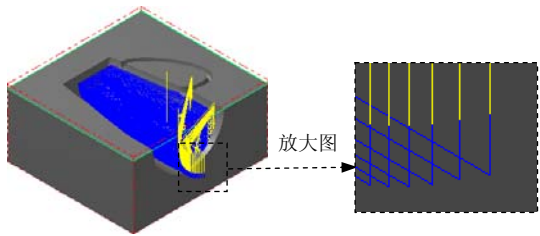

图 21.13 刀具路径
(1) 在“曲面粗加工挖槽”对话框中单击 **粗加工参数** 选项卡，在 **Z 轴最大进给量** 文本框中输入 1，然后在 **进刀选项** 区域选中 ☒ **由切削范围外下刀** 复选框和 ☒ **螺旋式下刀** 复选框。
(2) 单击 **螺旋式下刀** 按钮，系统弹出“螺旋/斜插进式下刀参数”对话框，单击“螺旋/斜插进式下刀参数”对话框中的 **斜插进刀** 选项卡，在 **如果斜插下刀失败** 区域选中 ☒ **中断程序** 单选项。单击“螺旋/斜插进式下刀参数”对话框中的 ☒ 按钮，系统返回至“曲面粗加工挖槽”对话框。
Step7. 单击“曲面粗加工挖槽”对话框中的 ☒ 按钮，完成加工参数的设置，此时系统将自动生成图 21.13 所示的刀具路径。